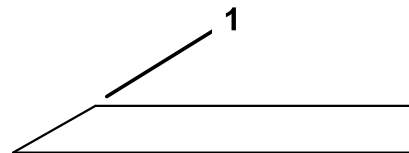

Figura 40
1. Utilice una lima para afilar el filo de corte en ambos extremos de la cuchilla (Figura 40).